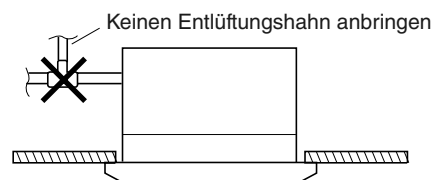

Abb. 3-39
- Keinen Entlüftungshahn anbringen, da dies zu einem Herausspritzen von Wasser aus der Ablaufleitungsöffnung führen kann. (Abb. 3-39)